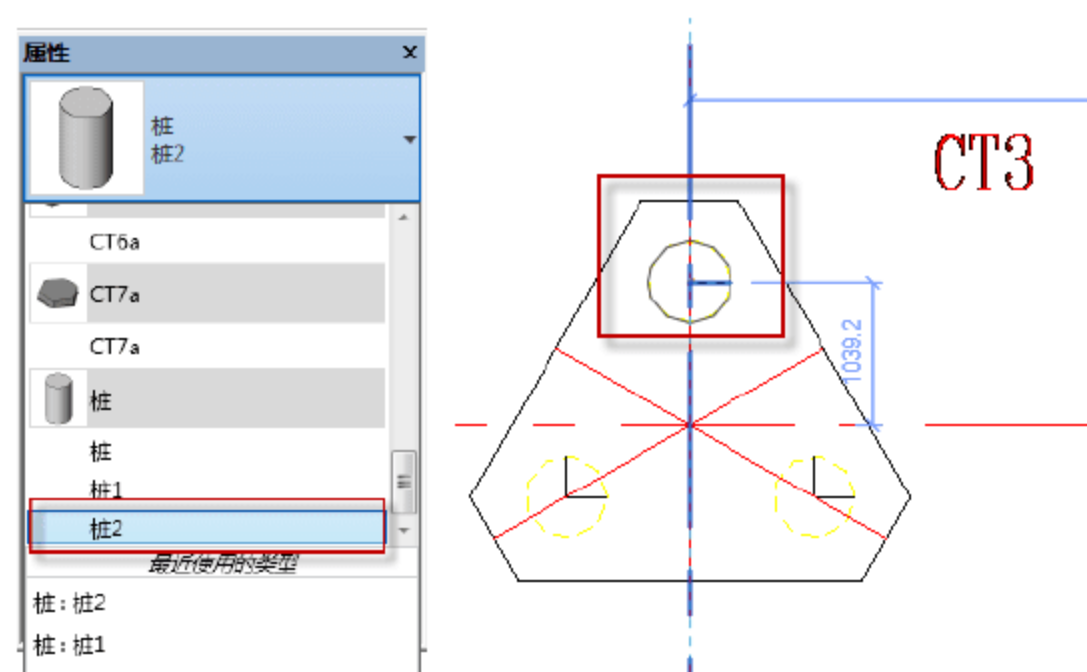

图 2.2.21 桩族插入承台族 (5~11 轴)
(5) 桩族 2 插入 5~11 轴承台族。选择“结构”→“独立”命令，在“结构基础”中选择“桩 2”，采用点式画法，将桩族插入对应图形的几何中心，如图 2.2.21 所示。